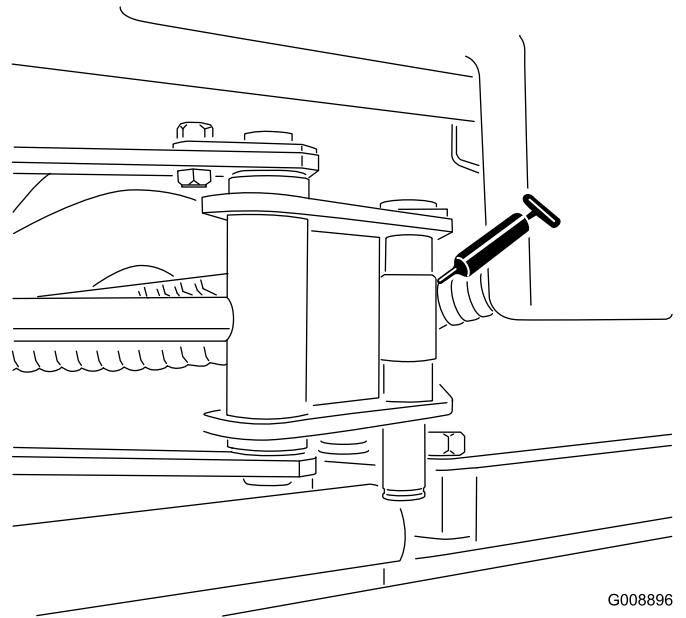

Figura 30
- Extremos de los cilindros del SideWinder (2) (Figura 30)